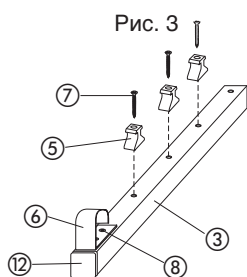

Рис. 3
в) При помощи винтов ⑦ прикрутить три верхние защёлки ⑤ (Рис. 3).
г) Действия до пунктов а), б), в) повторить для остальных четырёх дуг. Вы должны смонтировать ⑤ дуг способом, показанным на (Рис.3).